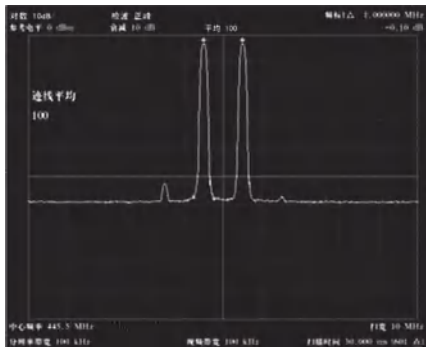

图 3-22 将信号移至频谱仪显示器中央
- (6) 按【频率】键；
- (7) 用旋钮将两个信号移至屏幕中央，如图3-22所示。